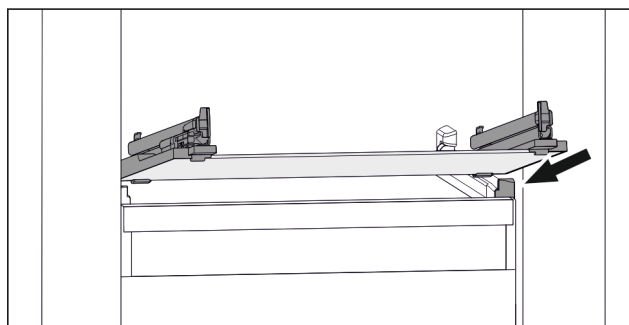

Fig. 69 Príklad zobrazenia sklenenej dosky
- ▶ Nasadíte sklenenú dosku šikmo za zarážkami. (pozri Fig. 69)